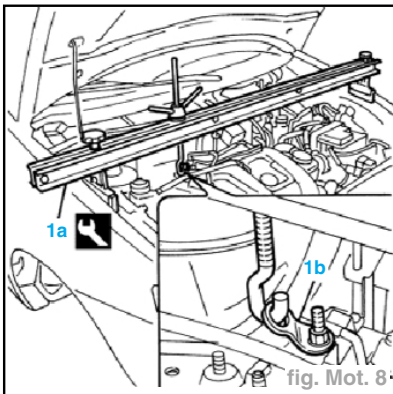

fig. Mot. 8
- Dévisser les deux écrous (2) fixant le support rigide à la caisse.
- Déposer le support rigide (3) du moteur avec son tampon.
- Mettre en place l'outil (1a) **1.870.595.000** pour soutenir le groupe motopropulseur pendant les opérations de dépose des carters de protection ; le fixer à l'étrier (1b) situé sur le support de pompe d'injection (fig. Mot. 8).